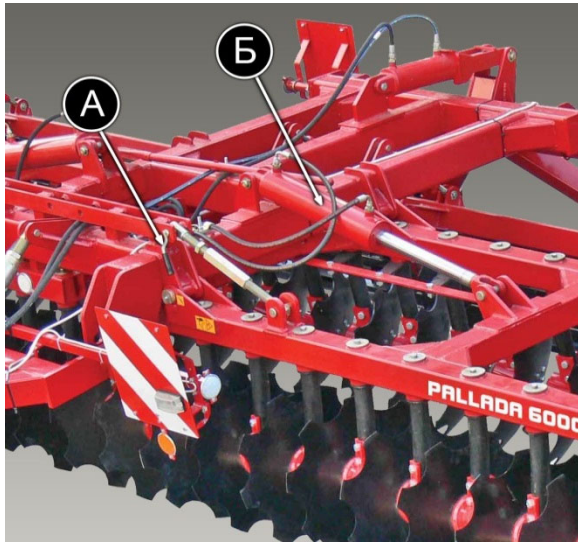

Рисунок 8. Секції в робочому положенні
4. Перевірте, щоб гідроциліндри підйому секцій були повністю витягнуті (рисунок 8, поз. Б).
5. З отворів в передній частині рами витягніть два пальці (рисунок 8, поз. А) талрепів для фіксації секцій в робочому положенні для подальшого складання (переведення у транспортне положення за допомогою гідроциліндрів, відображених на рисунку 8 поз. Б) секцій.